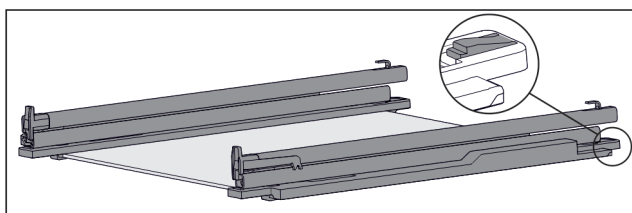

Fig. 219 Stikla plaukts ar sliedēm un turekļiem
- Aizmugures turekli spiediet uz leju (skat. Fig. 219) un vienlaikus bīdīet sliedi uz aizmuguri.